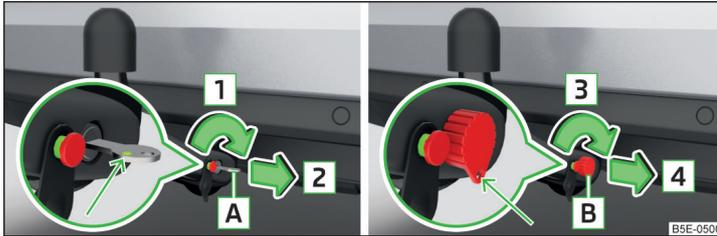

Abb. 171 Schloss verriegeln: Schlüsselvariante 1 / Schlüsselvariante 2
- Den Schlüssel **A** in Pfeilrichtung **1** drehen, sodass dessen grüne Markierung nach oben zeigt » Abb. 171.
- Den Schlüssel **B** in Pfeilrichtung **3** drehen, sodass die Schlüsselöse nach unten zeigt » Abb. 171.